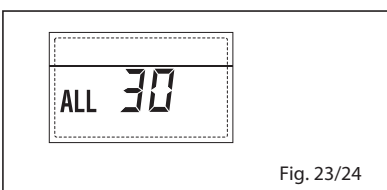

Fig. 23/24
- ANOMALIA SONDA DESCARGA CASCATATA "ALL 31" (fig. 23/25)